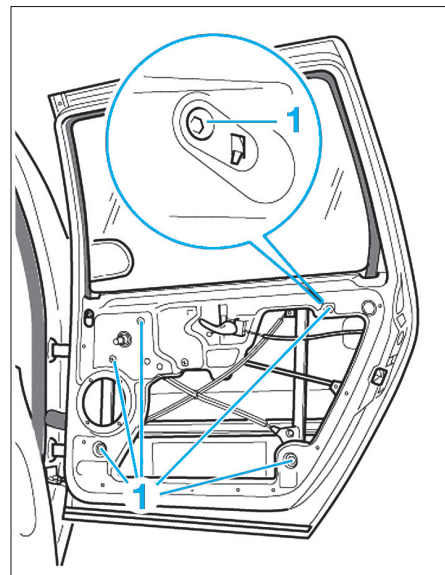

Fig. 59
- Déposer les vis (1) (Fig.59).